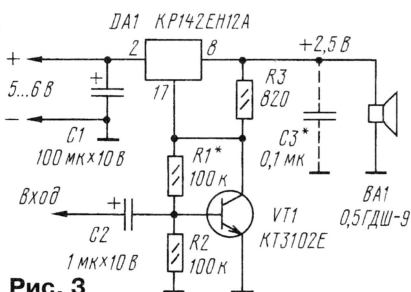

Рис. 3
**Усилитель 3Ч.** На основе описанной выше конструкции можно собрать УЗЧ (рис. 3). Здесь динамическую головку BA1 подключают непосредственно к выходу микросхемы, и через нее постоянно протекает ток.